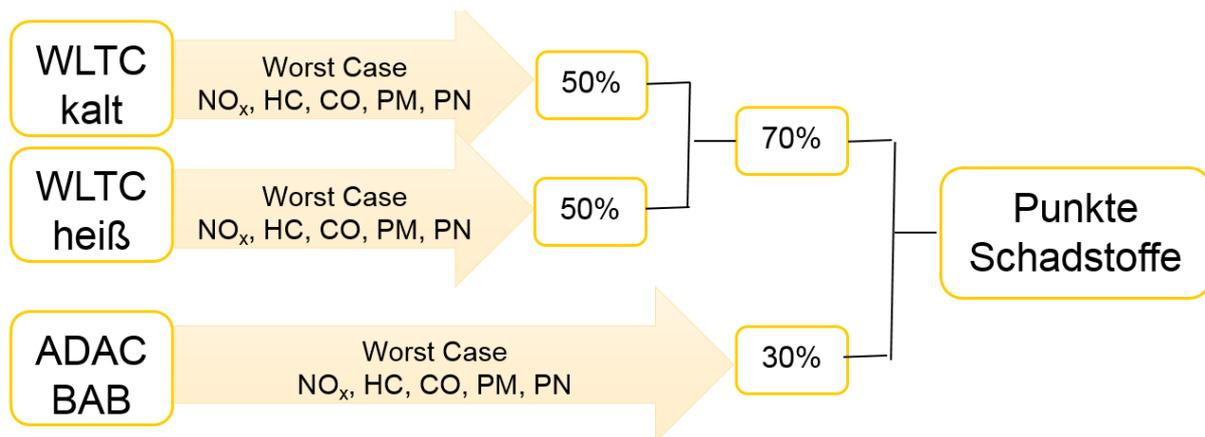

Abbildung 4: Berechnung Schadstoffpunkte
Für die Auswertung der Schadstoff- und CO₂-Emissionen im Elektrozyklus (mit voller Hochvoltbatterie, SOC max) werden die Grenzwerte für den WLTC zu 70 Prozent und die des Autobahnzyklus zu 30 Prozent gebildet (vgl. Tabelle 1/Abbildung 4). Somit sind Bewertungen mit denen des Standard-ECOTEST vergleichbar. In nachfolgender Tabelle sind die Grenzwerte dargestellt.
* Da der Elektrozyklus in einer Messfahrt absolviert wird, ist der Grenzwert anteilig zur Bewertungsgrundlage nach Tabelle 1/Abbildung 4 dargestellt.